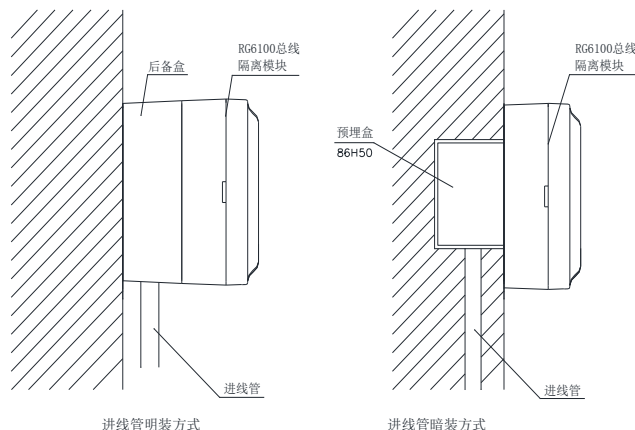

图 2 模块安装方式
- 2、模块可采用进线管明装方式或进线管暗装方式。如图 2 所示。